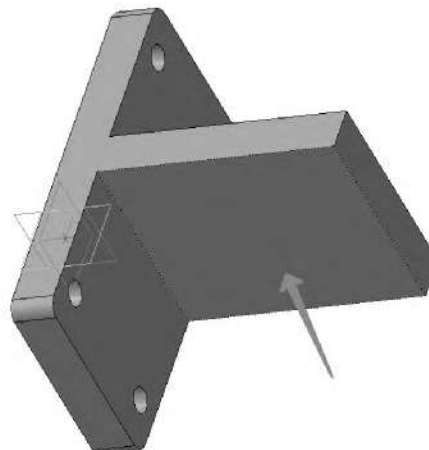

Рисунок 3.65. Выбор конечной поверхности
6.4 Поверните модель и укажите обратную грань опорной площадки (рисунок 3.65).